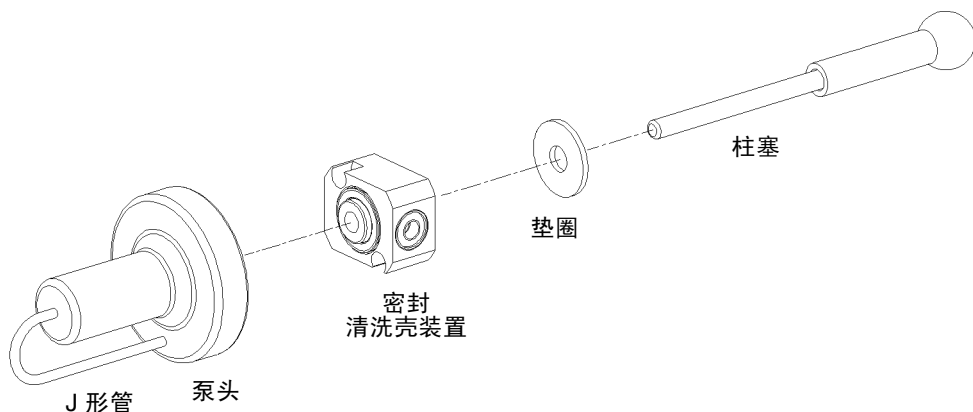

图 7-5 柱塞、密封清洗和泵头
5. 将泵头、密封清洗装置及柱塞作为一个设备移除（图 7-5）。
7. 按照屏幕上的指示重新插入泵头、密封清洗壳、垫圈及柱塞装置。为避免损坏管密封及将密封清洗管与密封清洗壳正确对齐，请参阅下面的步骤 **a** 至 **d**。另外，要确保泵头定位销定位正确及“J”形管朝下（图 7-5）。
7. 重新安装密封清洗壳装置垫圈（请参阅图 7-5）。
8. 将密封清洗壳和垫圈滑到柱塞上，然后将此装置插到泵头上（图 7-5）。
9. 按照 **Head Removal and Replacement**（泵头移除和替换）屏幕上的指示重新插入泵头、密封清洗装置和柱塞。为避免损坏管密封及将密封清洗管与密封清洗壳正确对齐，请参阅下面的步骤 **a** 至 **d**。另外，要确保泵头定位销定位正确及“J”形管朝下（图 7-5）。
2. 在不将柱塞从泵头和密封清洗装置分离情况下，检查柱塞是否损坏、磨损过度或有流动相残留物（图 7-5）。如果柱塞密封上附有流动相残留物：
2. 按照 **Head Removal and Replacement**（泵头移除和替换）屏幕上的指示重新插入泵头、密封清洗装置和柱塞。为避免损坏管密封及将密封清洗管与密封清洗壳正确对齐，请参阅下面的步骤 **a** 至 **d**。另外，要确保泵头定位销定位正确及“J”形管朝下（图 7-5）。